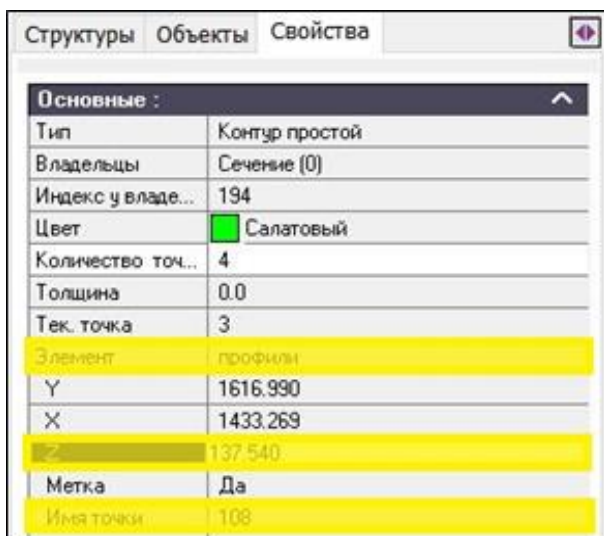

Рис. 5.5. Создание точек контура по устьям скважин
6.2. Создайте точки контура по устьям скважин. При этом каждой точке присвойте **имя** – номер скважины, **отметку Z** – абсолютная отметка устья скважины (рис. 5.5).